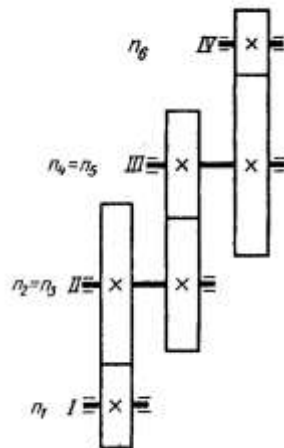

Рис. 1.6
В машиностроении принято обозначать угловые и окружные скорости, частоту вращения, диаметры вращающихся деталей ведущих валов индексами нечетных цифр, ведомых — четными. Например, для трехступенчатой передачи (рис. 1.6) обозначения частот вращения следующие:  $n_1$  — ведущего вала *I*;  $n_3$  — ведущего вала *II*;  $n_5$  — ведущего вала *III*;  $n_2$  — ведомого вала *II*;  $n_4$  — ведомого вала *III*;  $n_6$  — ведомого вала *IV*.
**Начертите в конспекте трехступенчатую передачу (рис. 1.6) и обозначьте диаметры ведущих и ведомых катков буквой  $D$  с соответствующим индексом.**